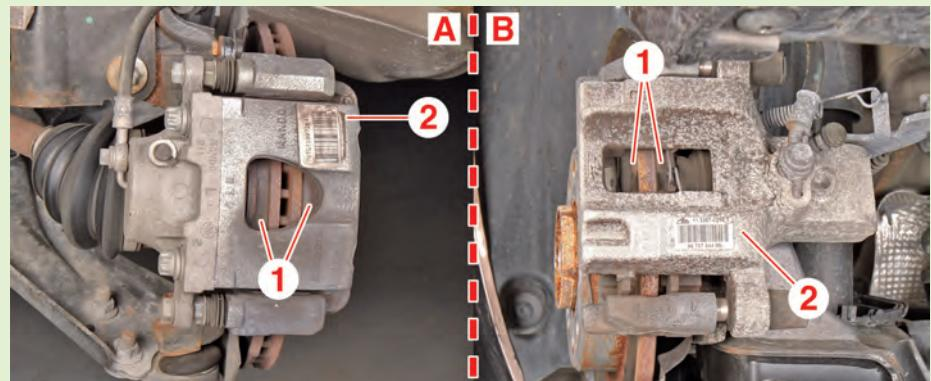

Fig.2
Si la conception de l'étrier le permet, il est possible d'évaluer l'épaisseur des garnitures (1) à travers l'ouverture de l'étrier (2) sans avoir à déposer les plaquettes de frein (Fig.2).